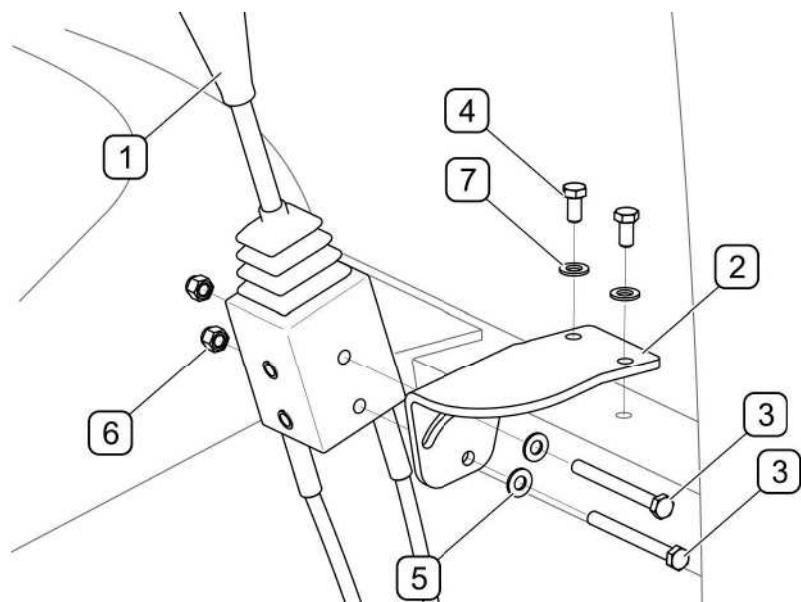

РИСУНОК 4.14 А Монтаж рычага управления погрузчиком в кабине трактора ZEFIR 40/40K
(1)- рычаг управления погрузчиком; (2)- кронштейн для рычага; (3)- болт M8x80;
(4)- болт M8x16; (5)- шайба 8-100HV; (6)- гайка M8; (7)- упругая шайба Z8
Для монтажа рычага управления погрузчиком в кабине трактора Zefir40/40K (РИСУНОК 4.14 А) нужно около правой передней стойки двери прикрепить кронштейн (2) для установки рычага управления (1)